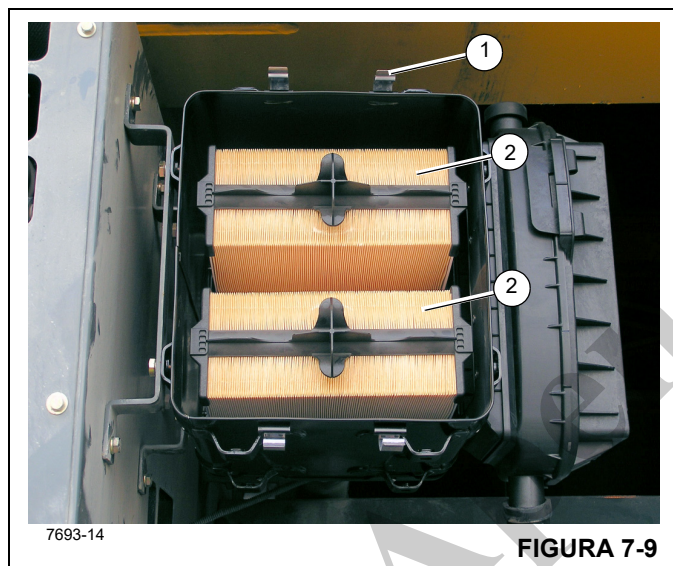

FIGURA 7-9
1. Levante as presilhas (1) (Figura 7-9) que fixam a tampa ao corpo do purificador de ar e remova a tampa.